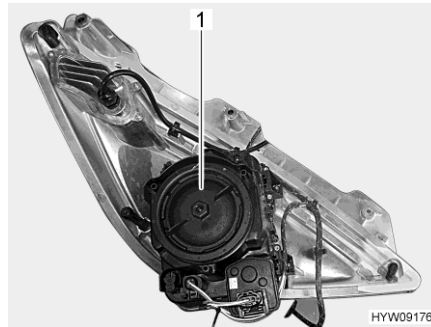

Fig. 148 Phare avant (côté arrière)
- Tourner le couvercle du boîtier (Fig. 148,1) dans le sens inverse des aiguilles d'une montre et le retirer.
- Poser le couvercle du boîtier (Fig. 148,1) et bien le visser dans le sens des aiguilles d'une montre.